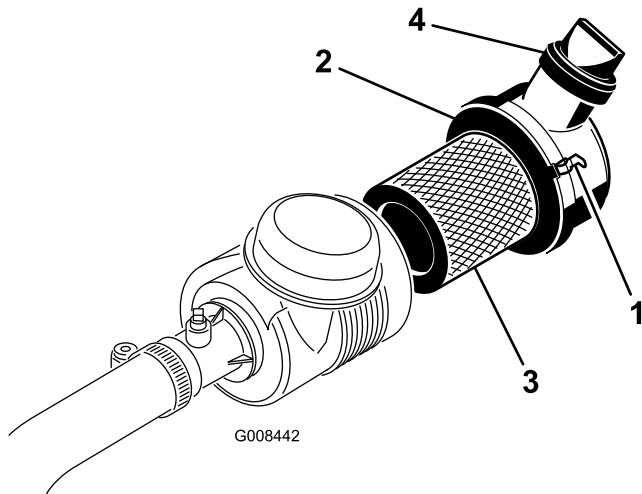

Figura 37
1. Rilasciate i fermi che fissano il coperchio del filtro dell'aria al relativo corpo (Figura 37).
7. Montate di nuovo il coperchio e chiudete i fermi (Figura 37).